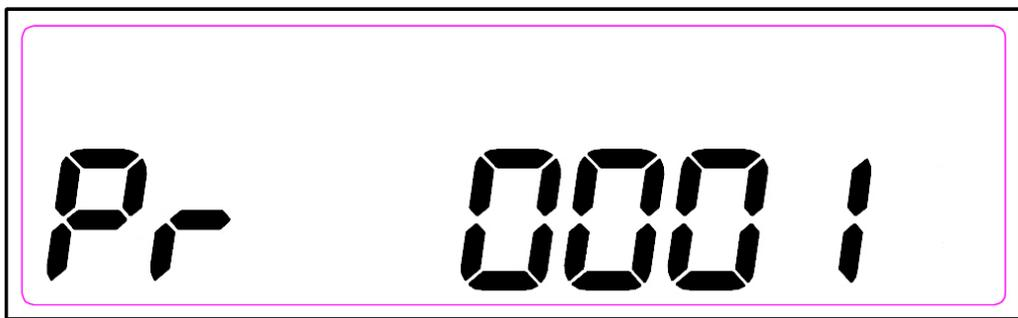

Рисунок 15
2.3.14 Окно с версией установленного программного обеспечения (рисунок 15)